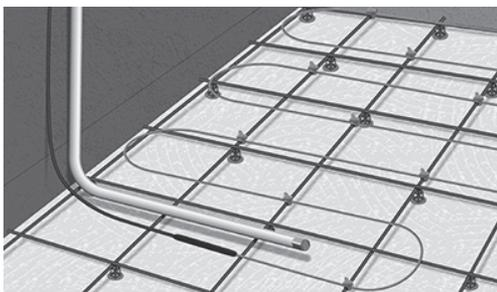

Fig. 6. Placer le tuyau/capteur entre deux câbles
7. Installer un tuyau de conduite pour le capteur de sol. Veiller à ce que l'extrémité du tuyau de conduite soit située au même niveau que le câble chauffant et entre deux boucles de câble, à environ 50 cm du mur. Sceller l'extrémité du tuyau de conduite (Fig. 6).